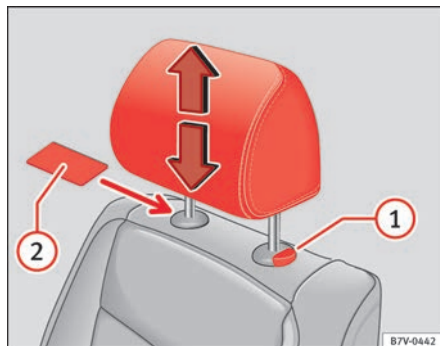

Abb. 86 Kopfstütze vorn ausbauen.
- Gegebenenfalls zum Entriegeln einen flachen Gegenstand, z. B. eine Plastikkarte, zwischen den Bezug der Sitzlehne und die Abdeckkappe der Führungstange der Kopfstütze schieben ⇒ Abb. 86 (2).
- Kopfstütze bei gedrückter Taste (1) ganz herausziehen.